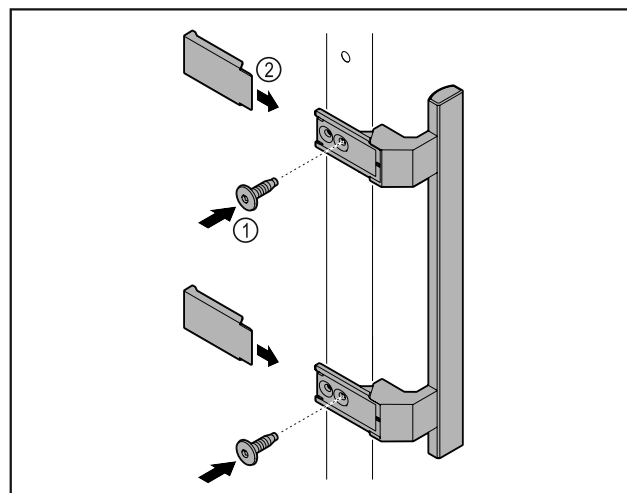

Fig. 2
- Colocar en la puerta el tirador del kit de accesorios con los tornillos incluidos Fig. 2 (1).
- Colocar las cubiertas Fig. 2 (2).